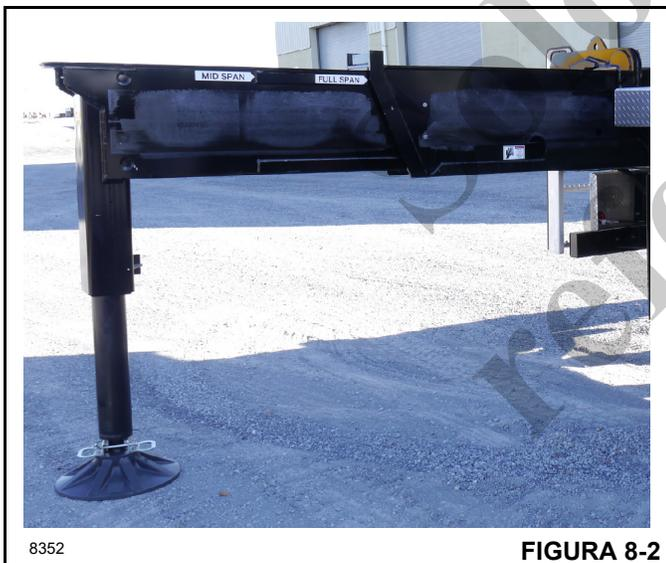

FIGURA 8-2
1. Extienda y ajuste los estabilizadores completamente. Consulte la Figura 8-2.